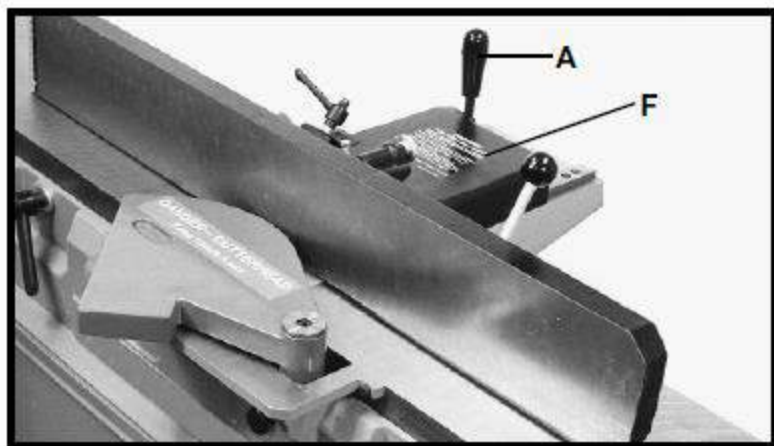

Рис. 27
Параллельный упор можно перемещать по столу, ослабляя фиксирующий рычаг (А), рис. 27; переместить параллельный упор в требуемое положение и надёжно затянуть фиксирующий рычаг (А). При перемещении параллельного упора по столу скользящая часть кронштейна (F) параллельного упора ограждает режущий вал сзади параллельного упора, как показано на рисунке.